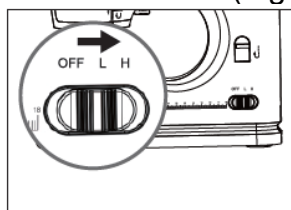

Fig.9
6. Stellen Sie den Geschwindigkeitsschalter auf „Langsam“ oder „Schnell“ – die Maschine beginnt automatisch zu nähen. Für Anfänger wird langsame Geschwindigkeit empfohlen (Fig.9).